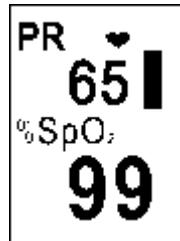

Figura 6
- Premere due volte per visualizzare i dati come in figura 6
- Premere tre volte per ruotare la vista in figura 6 di 180°